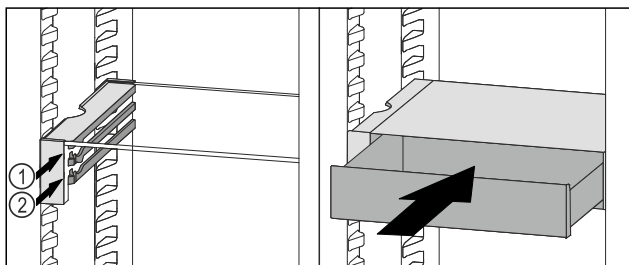

Fig. 174
- Zásuvku VarioSafe nasadíte za zádržkami na požadovanom rebre Fig. 174 (1) alebo Fig. 174 (2).